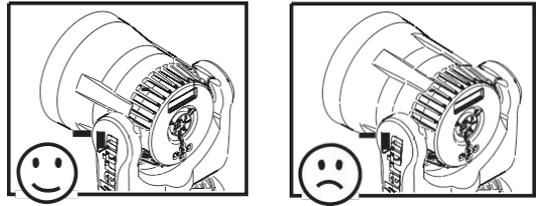

Рисунок 7. Установка цилиндра
2. См. рисунок 7. Выровняйте цилиндр так, чтобы пары поддерживающих зажимов проходили близко по обе стороны от осей наклона по сторонам головной части.